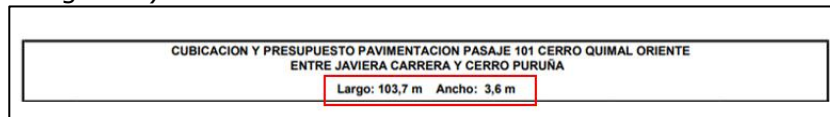

Figura 2
45. Ancho y largo indicado en el presupuesto no es coincidente con lo indicado en memoria y planimetría. (ver figura 2)